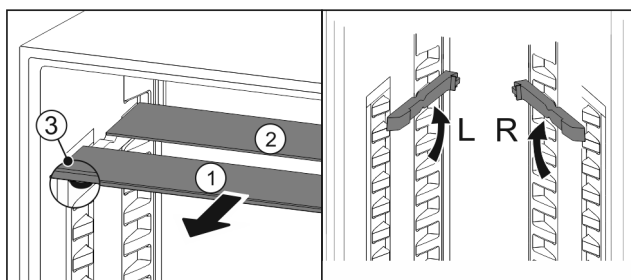

Fig. 76
- ▶ Trekk glassplatene enkeltvis fremover og ut Fig. 76 (1).
- ▷ Glassplate Fig. 76 (1) med pyntelist ligger foran.
- ▷ Stoppere Fig. 76 (3) peker nedover.